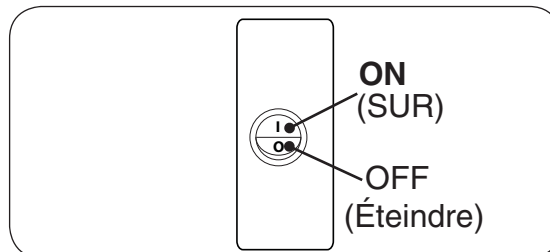

Fig. 20-2 Boîte de commutation, ON/OFF
2. Repérez l'interrupteur ON/OFF sur le devant de la boîte de commutation. Appuyez sur l'interrupteur sur la position **ON (I)**. Voir Fig. 20-2.
Vérifiez périodiquement le pilote pour le modèle de la flamme. La flamme de la veilleuse devrait encercler , et est pré-réglé en usine (voir Fig. 20-2).